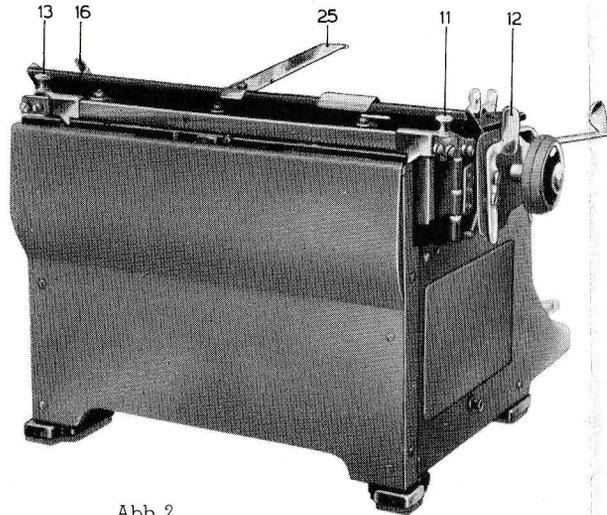

Abb. 2
- **ZEILENANFANG UND -ENDE.** Durch Verschieben des linken Randstellers 11 (Abb. 2) auf der Randsteller-Zahnstange kann der Anfang der Schreibzeile beliebig eingestellt werden. Soll derselbe nach links überschritten werden, ohne die gewählte Einstellung des Randstellers zu verändern, so ist der Hebel 14 (Abb. 1) so lange nach unten zu drücken, wie der Wagen nach rechts geführt wird. Das
Zeilenende sowie das Glockenzeichen werden durch den rechten Randsteller 13 (Abb. 2) nach Wahl eingestellt. Nach Ertönen des Glockenzeichens können noch einige Buchstaben geschrieben werden, worauf die Maschine automatisch sperrt. Ein Weiterschreiben ist nur dann möglich, wenn der Hebel 14 kurz nach unten gedrückt wird. Am zweckmäßigsten ist die Anfangstellung dadurch zu erreichen, daß man den Wagen in die gewünschte Schreibstellung bringt und den Randsteller 11 bis zum Anschlag nachschiebt. Genau so verfährt man mit dem Randsteller 13.